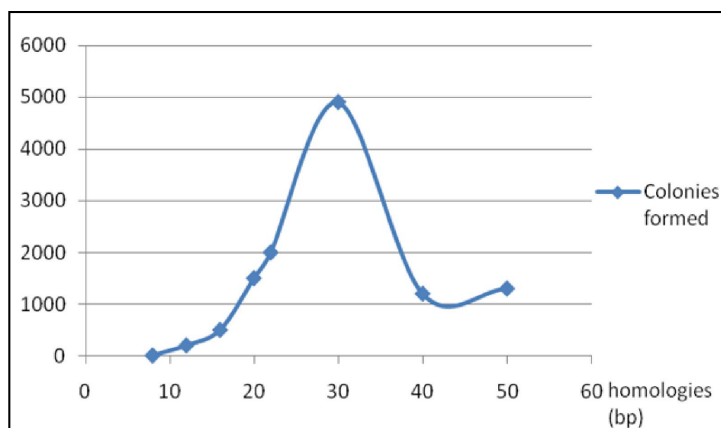

图 2. 同源序列长度对克隆效率的影响。具有不同长度同源序列的插入片段与 pUC19 载体完成标准 Fast-Fusion™ 反应后，转化 5 ng 载体量的产物至感受态细胞所获得的克隆数如图所示（所用感受态细胞转化效率为 $2 \times 10^9 \text{ cfu}/\mu\text{g}$ ）。
- 实验证明，当片段间同源序列区域小于 15 bp 时，转化效率会因 DNA 结构的不同而存在很大差异（见图 2.），为了获得更好的转化效果，建议 5'端同源序列区域长度大于 15 bp。